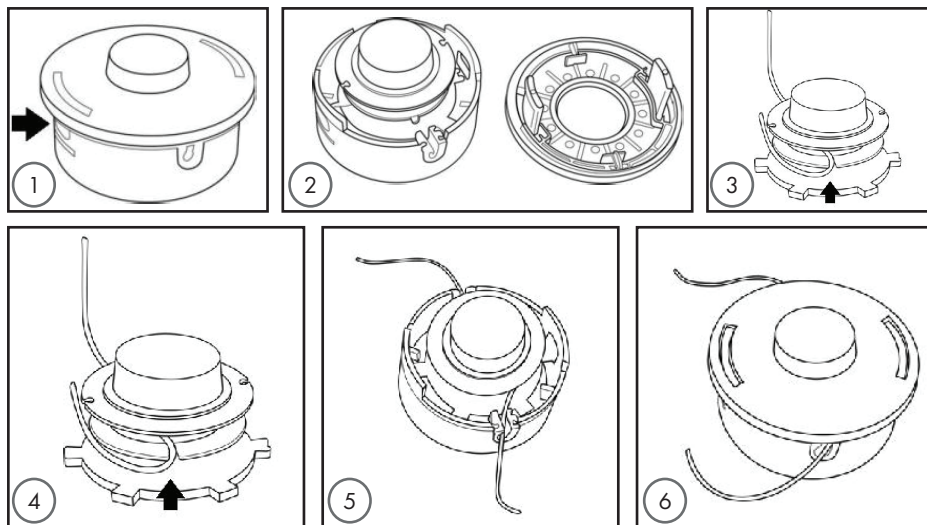

Рис. 7
3. Ваш бензотриммер укомплектован кассетой с усовершенствованной конструкцией, позволяющей максимально быстро и просто производить заправку лески (рис. 7).
1. Нажать на фиксирующие защёлки сбоку головки (1) и снять крышку (2) (рис. 7).
4. Вставить триммерную леску в месте перегиба в центральный паз, расположенный на средней направляющей катушки (3) (рис. 7).
5. Намотать оба конца триммерной лески равными плотными слоями на катушку в направлении по часовой стрелке. Закрепить концы намотанной триммерной лески в предусмотренные для неё пазы (4) (рис. 7).
6. Установить катушку в головку триммера и закрепить её крышкой (5) и (6) (рис. 7).